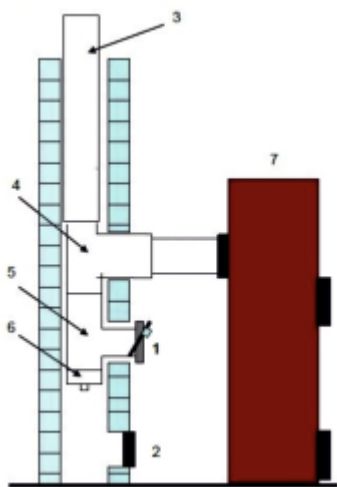

Рисунок 2
Для регулировки тяги и удаления вибрации (это явление наблюдается, когда сильная тяга через дымоход) используется автоматический регулятор тяги, который не входит в комплектацию котла. Если в кирпичный дымоход вставлен вкладыш из нержавеющей стали, тогда в вкладыш вставляется дополнительный тройник. В этот тройник (5) и вставляется регулятор тяги 1 (рис.2).